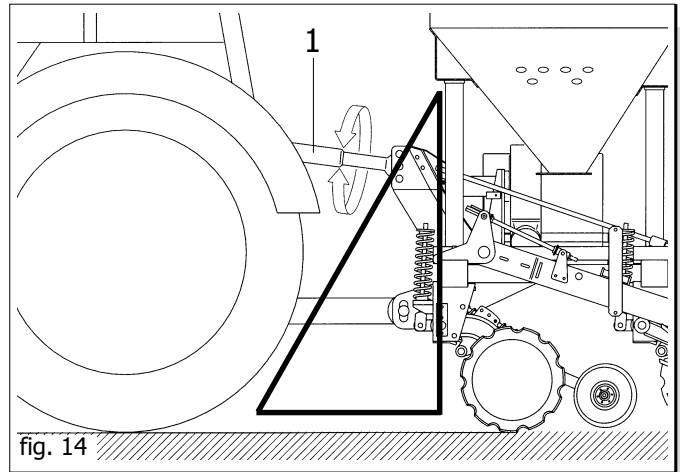

fig. 14
- la longueur du troisième point (version porté, 1 fig. 14);